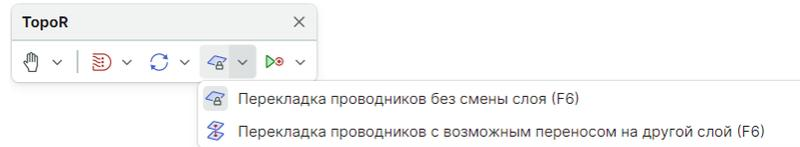

Рис. 411 Варианты перекладки проводников между слоями
3. Автопроцедура перекладки проводника, см. Рис. 411.